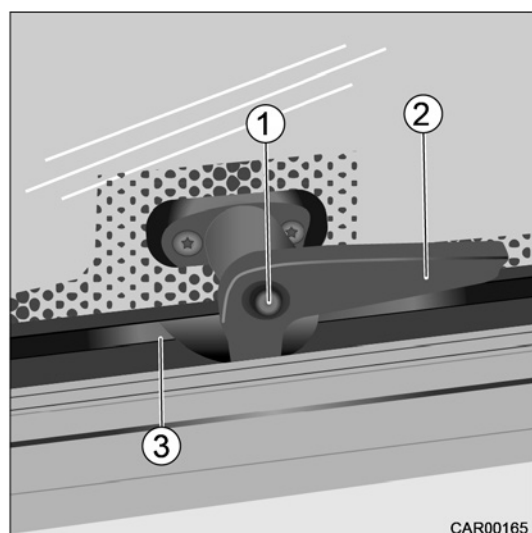

Fig. 73 Verrouillage des vitres orientables
1. Appuyer sur le bouton de blocage (Fig. 73/1) et le maintenir appuyé.
2. Placer le levier de verrouillage (Fig. 73/2) verticalement.
1. Fermer la vitre orientable en tirant sur le levier de verrouillage (Fig. 73/2).
2. Tirer le levier de verrouillage (Fig. 73/2) vers soi et le positionner horizontalement en le tournant dans le sens horaire. Le levier de verrouillage doit se trouver sur la face intérieure de l'entretoise de la vitre (Fig. 73/3).